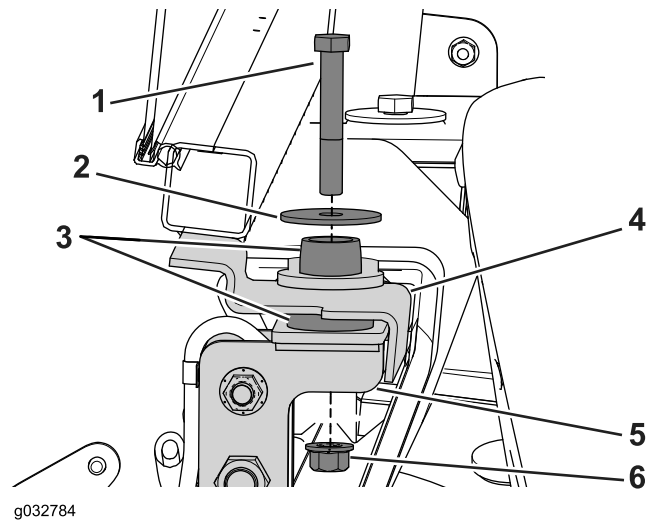

Bild 72
3. Setzen Sie einen Gummi-Isolator in jede Befestigungsstelle im Kabinenrahmen ein (**Bild 72**).
4. Befestigen Sie die Kabine mit der Schraube ($\frac{1}{2}$ " x $3\frac{1}{4}$ "), einer großen Schraube und Bundmutter an der Maschine (**Bild 72**).